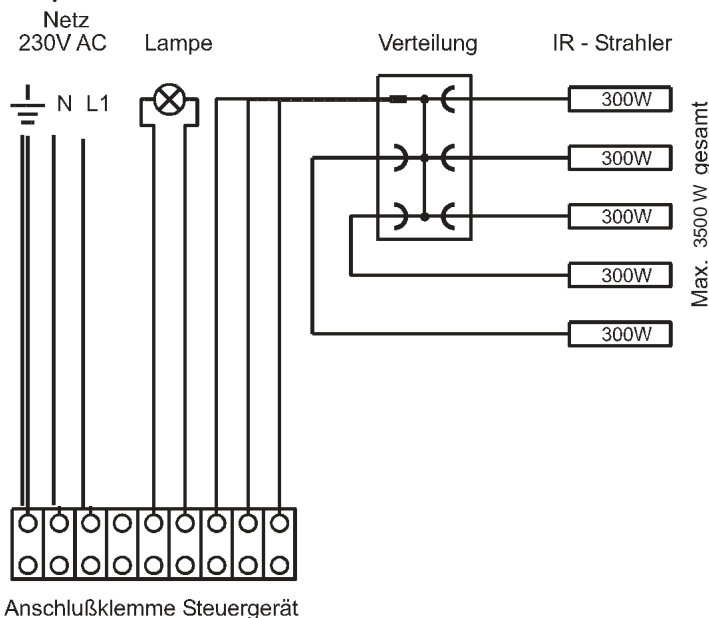

Abb. 5
- Die 3adrige Netzzuleitung wird wie aus Abb. 5 ersichtlich zum Steuergerät geführt und angeschlossen. Ein Anschlussplan ist im Bereich der Anschlussklemmen aufgeklebt.